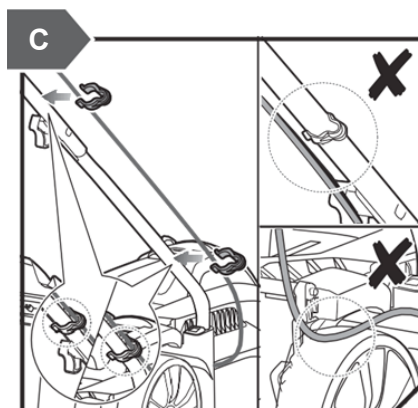

Рис. 3 Сборка и установка рабочей рукоятки
- установите стойки нижней части рабочей рукоятки в гнезда на корпусе газонокосилки, нажмите кнопку регулировки высоты 1, чтобы можно было вставить стойку, и убедитесь, что обе стойки закреплены на одинаковой высоте 2 (Рис. 3А);
- оденьте на верхнюю часть рабочей рукоятки кронштейн 1 (Рис. 3В);
- установите верхнюю часть рабочей рукоятки 2 напротив стоек так, чтобы совпали отверстия и соедините их при помощи болтов 3 и гаек 4 (Рис. 3В);
- установите кабель включения и зафиксируйте его зажимами крепления (Рис. 3С).